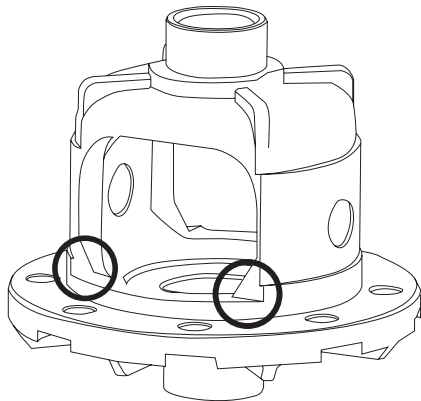

Рис. 2
5. В местах, помеченных на **Рис.2**, необходимо снять часть металла, используя круглый напильник или «дремель».